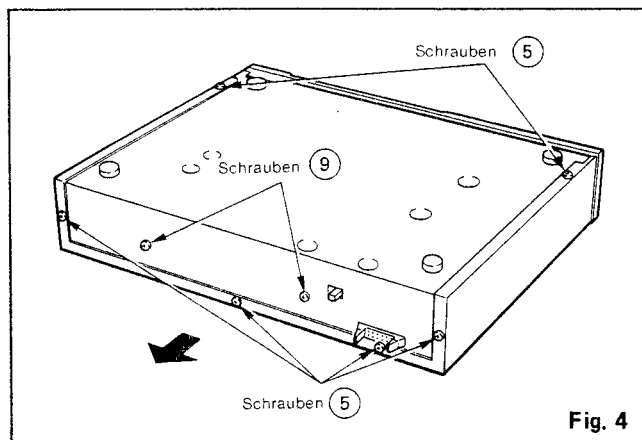

Fig. 4
- 1) Schrauben Sie die sechs Befestigungsschrauben 5 heraus (siehe Abb. 4).
- 1) Lösen Sie die zwei Schrauben 9 (siehe Abb. 4).